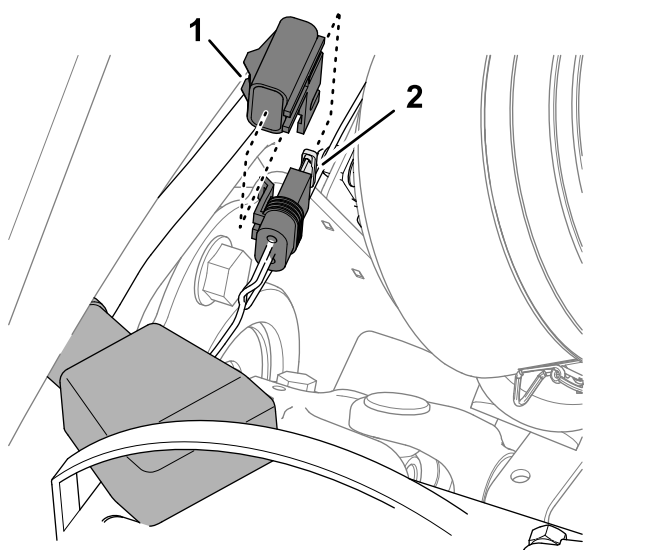

Рисунок 99
3. Найдите держатель встроенного предохранителя, который находится со стороны внутренней части машины относительно аккумулятора (Рисунок 99).